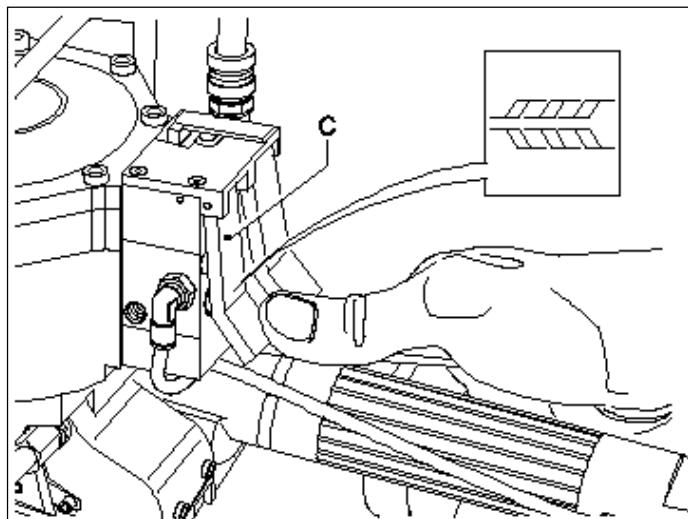

FIG. 6
- Premere la leva (C) fino a punzonatura di incastro delle due regge e taglio della reggia superiore (fig.6).
- Push lever (C) to complete the sealing and cutting cycle (Fig.6)
- Appuyer sur le levier (C) jusqu'au poinçonnement à encoches des deux feuillards et à la coupe du feuillard supérieur (fig.6).